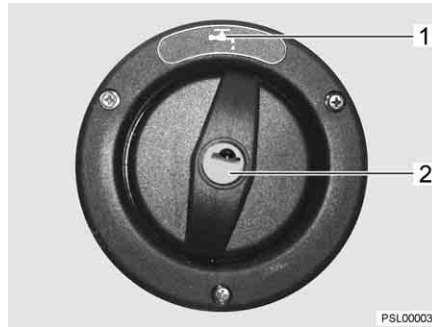

Fig. 39 Coperchio per bocchettone di riempimento dell'acqua potabile
▷ Il bocchettone di riempimento dell'acqua potabile è contrassegnato dal simbolo "🔑" (Fig. 39,1).
- Inserire la chiave nel cilindro della serratura (Fig. 39,2) e ruotare in senso antiorario.